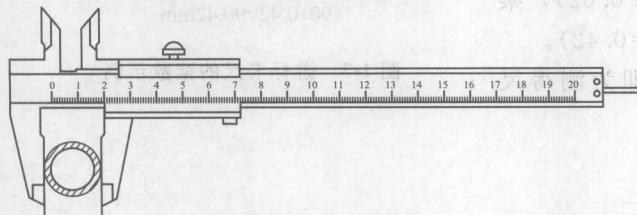
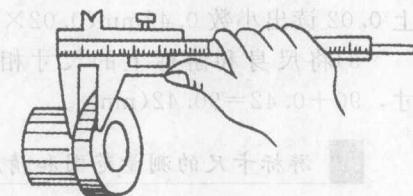

图 1-9 用游标卡尺测工件外径
图 1-10 用游标卡尺测工件厚度
1) 测量时, 应将两量爪开度略大于被测尺寸, 将固定量爪的测量面贴紧工件, 然后轻轻移动游标, 使活动量爪的测量面也紧靠工件, 并使卡尺测量面的边线垂直于被测表面, 而后把固定螺钉拧紧, 如图 1-9 和图 1-10 所示。